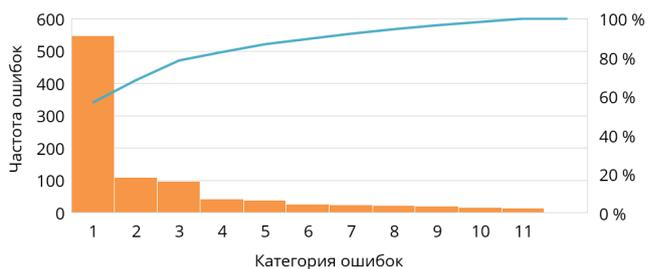

Рисунок 13. Диаграмма (анализ) Парето
3. Диаграмма Парето (рис. 13) (по имени итальянского экономиста Вильфредо Парето, открывшего, что примерно 20 % причин ответственны за 80 % проблем) классифицирует проблемы согласно их причинам и возникновению. Другое название – ABC анализ или «анализ частоты ошибок».